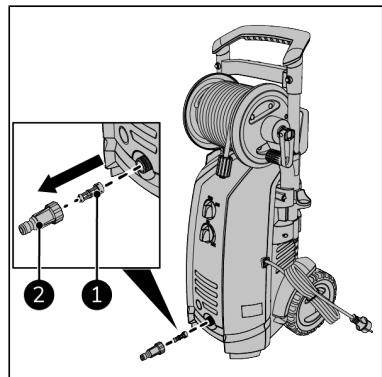

Abbildung 64.
5. Tragen Sie Vaseline auf den O-Ring der Gartenschlauchkupplung (Abbildung 64, Pos. 2) auf.
3. Schrauben Sie die Gartenschlauchkupplung (Abbildung 64, Pos. 2) ab.
4. Ziehen Sie den Filter heraus (Abbildung 64, Pos. 1).